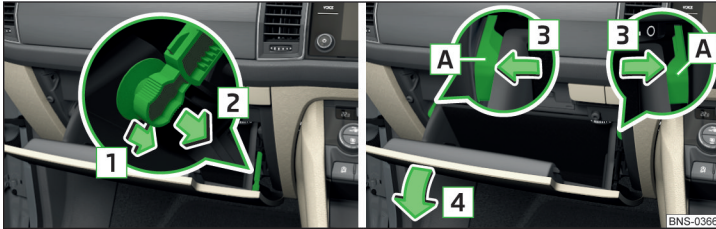

Abb. 364 Ablagefach auf der Beifahrerseite
- › Die Bremsstange in Pfeilrichtung **1** entriegeln und in Pfeilrichtung **2** lösen » Abb. 364.